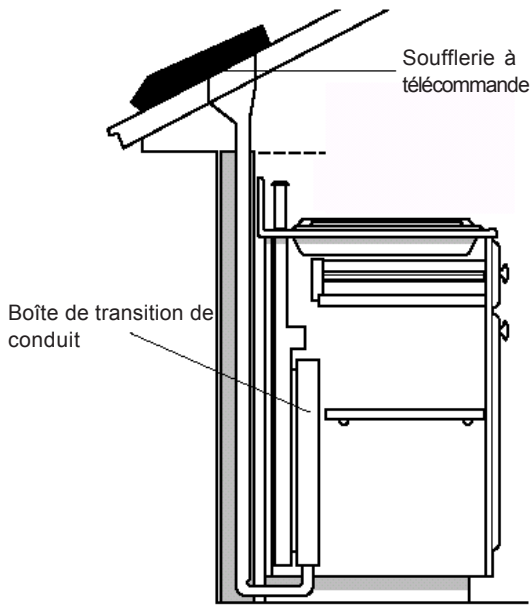

Figure 3
F. Vérifier les chemins de conduit potentiels et choisir le plus court possible depuis l'appareil au mur extérieur ou au toit par un mur intérieur et le grenier. À des fins d'aide, des installations de conduit typiques sont montrées aux figures 3 à 6. L'installation pour un îlot requiert un conduit sous le plancher. Les emplacements péninsules requièrent habituellement des conduits latéraux par les armoires ou sous la base des armoires. Il faut prendre en considération les interférences potentielles des conduits par la structure de l'édifice (montants de plancher ou mur) et les services utilitaires (câblage électrique, eau, gaz, etc.).
Figures 3 à 6 sont des exemples de conduits